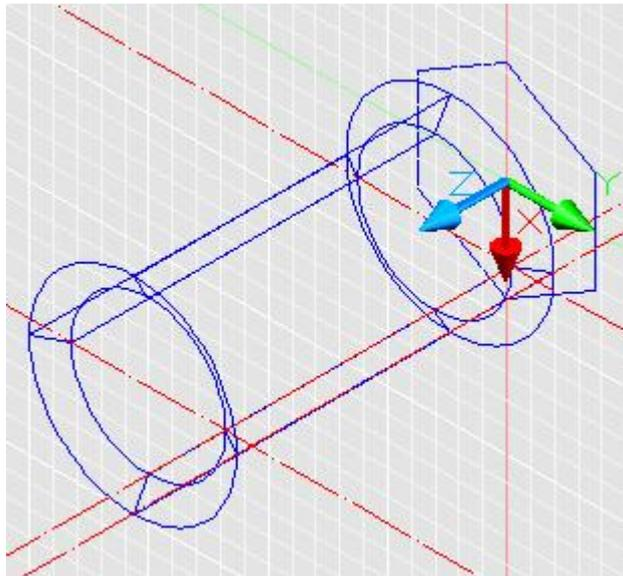

Рис. 11
11. Изображаем шестигранник. Выбираем команду , указываем число сторон 6, далее указываем координаты центра (0,0,0). Затем указываем, что шестигранник будет вписанный I и далее вводим радиус окружности 43.25 и нажимаем **enter**. (см. рис. 11)